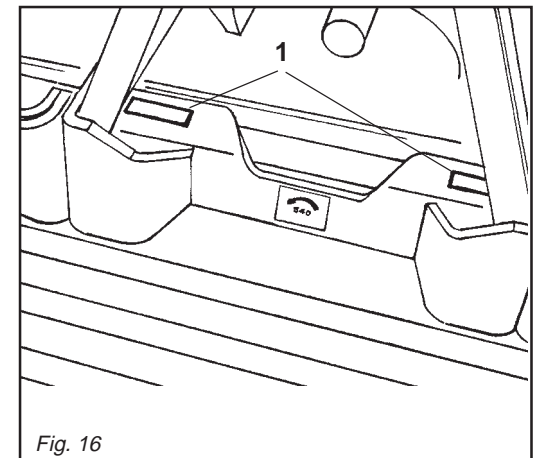

Fig. 16
Anteriormente il carrello è provvisto di 2 pattini di guida (1 Fig. 16), che possono essere sostituiti in caso di usura.
At the front, the carriage has two guide pads (1 Fig. 16) that should be replaced when worn.
- Les 2 patins de guidage (1 Fig. 16) prévus à l'avant du chariot peuvent être remplacés en cas d'usure.
- El carro anteriormente está dotado de 2 patines de guía (1 Fig. 16) que se pueden sustituir si se desgastan.